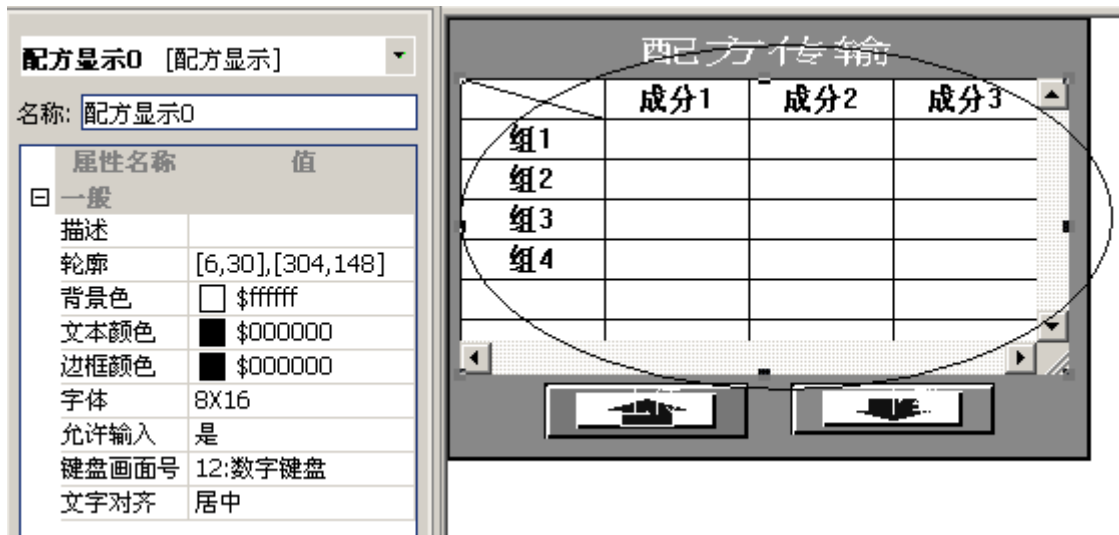

图 14-6 完成的配方示例
6. 填写各自所需的属性值，则添加部件完毕，最终的部件的内容如图 14-6 所示。